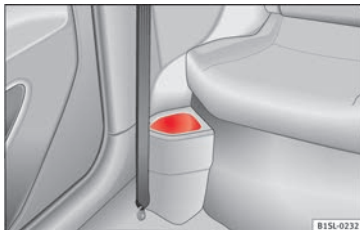

Abb. 127 Vor den Rücksitzen: Ablagefach.
- Vor den Rücksitzen » Abb. 127.